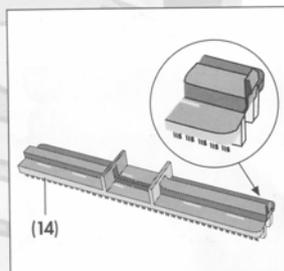

Fig. 12
Il telaio setolato (14) per pavimenti e superfici dure. (Fig. 12)